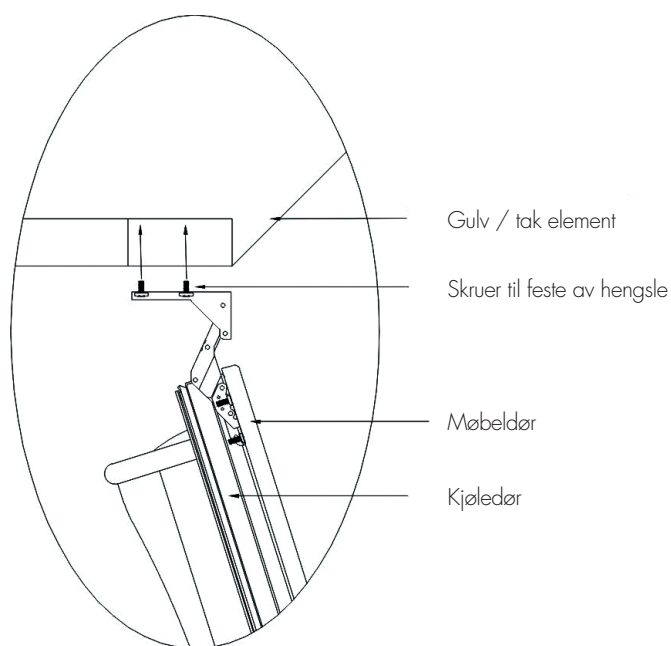

Fig 6A/B
5. Magnetlisten kan være sammenklemt etter pakking og transport. Den vil en stund etter opppakking gå tilbake til sin opprinnelige form. Dør kan justeres med vedlagt justeringsplate dersom listen skulle være sammenklemt - se fig. 6B. Dersom magnetlisten klemmer for hardt på anslagslisten eller vranger seg; åpne døren 90° og løsne skruene som fester hengsle til tak/gulv, skyv justeringsplaten inn mellom hengsle og tak/gulv og skru til. Se fig. 6A.